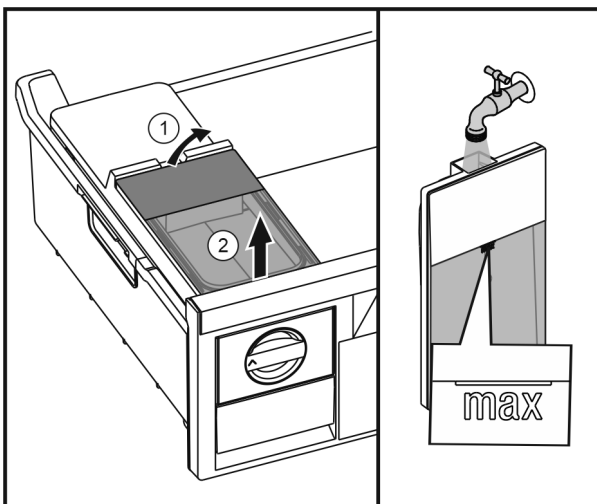

Fig. 30
- ▶ Підняти бак для води ззаду Fig. 30 (1) та вийняти вгору Fig. 30 (2).